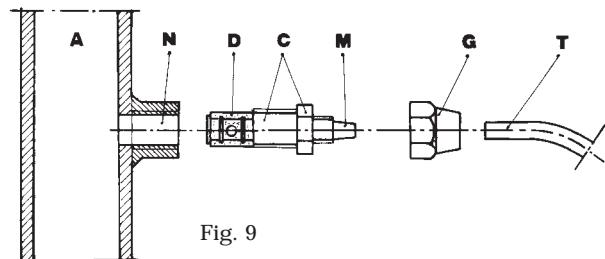

Fig. 9
- g. - Instalar na tubulação do sistema a ser tratado, no ponto mais adequado para injeção do produto a ser dosado, uma luva 3/8" gás fêmea. Tal luva não é inclusa no nosso fornecimento. Instalar a válvula de injeção na luva, utilizando como vedação fita de Teflon (Fig. 9). Conectar a mangueira no espigão côncico da válvula de injeção e travá-la com a respectiva porca-trava G. A válvula de injeção é também válvula anti-retorno.
3.1 - ESQUEMA DE MONTAGEM DA VÁLVULA DE INJEÇÃO Fig. 9